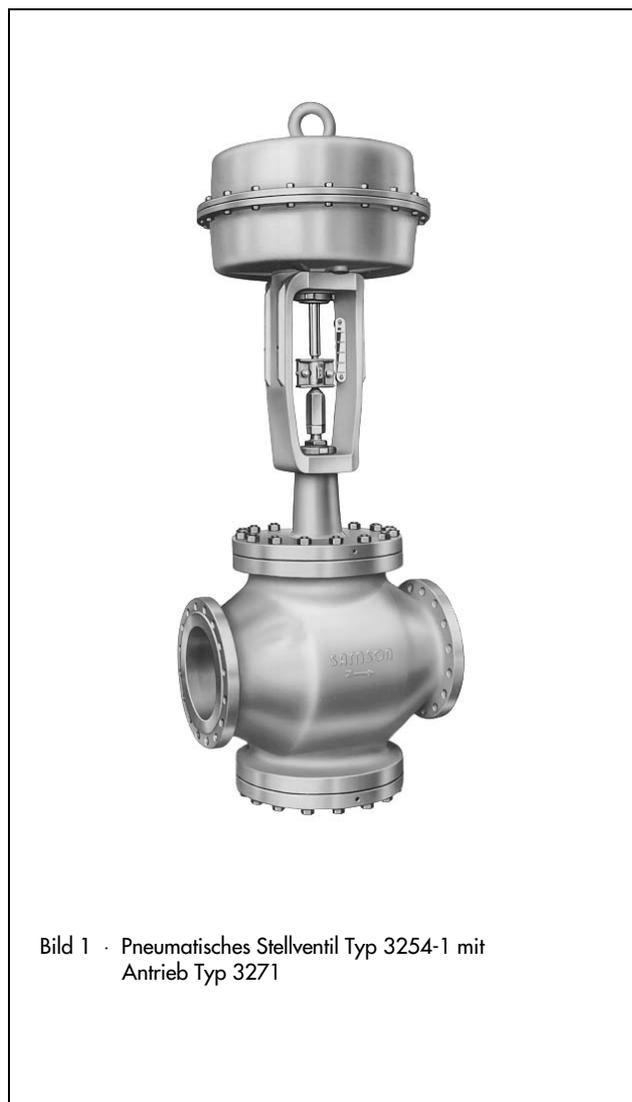

Bild 1 · Pneumatisches Stellventil Typ 3254-1 mit Antrieb Typ 3271
- **Typ 3254-1** (Bild 1) · Ventil Typ 3254 und Antrieb Typ 3271 mit 700 bis 2800 cm² Antriebsfläche (vgl. T 8310)